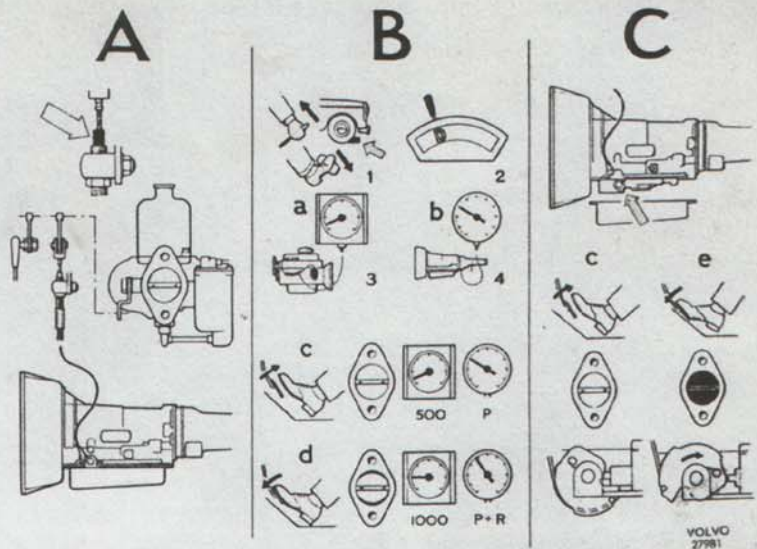

Bild 29. Justering av trottelskabel.
Det är ytterst viktigt att denna kabel är rätt justerad för att växellådan skall fungera tillfredsställande. Tre olika metoder finns. Justera i första hand enligt A, se bild 29. Metod B användes om anmärkning finns mot växellådans funktion och metod C vid byte av vajer.
- Anslut en varvräknare till motorn och tryckmätaren till växellådan enligt bild 29.